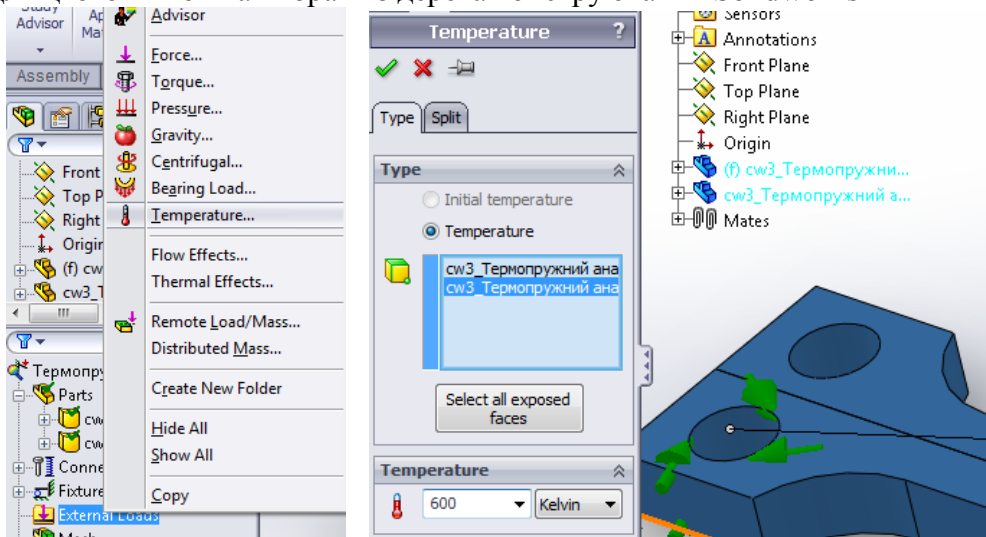

Рис. 3.2.7. Прикладення збурення типу температури до моделі
7. Для визначення температури клацніть правою клавішею мишки на папці **Ограничения/Нагрузки (Load/Restraints)** і виберіть опцію **Температура (Temperature)**. Далі необхідно ввести кінцеву температуру збірки. Це значить, що система виконає розрахунок, вважаючи що температура збірки буде збільшуватися від початкової до вказаної тут. Деталі налаштувань показані на рис. 3.2.7. НЕОБХІДНО ВИБРАТИ ОБИДВІ ДЕТАЛІ УЦІЛОМУ. для цього їх можна вибрати з дерева конструювання Solidworks